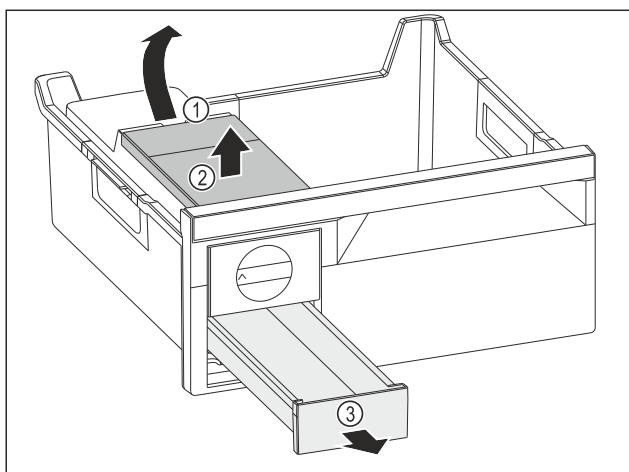

Fig. 196
- Vađenje spremnika za vodu: Podignite spremnik za vodu na otvoru Fig. 196 (1).
- Izvadite spremnik za vodu Fig. 196 (2) prema gore.
- Izvadite ladicu Fig. 196 (3) prema naprijed.